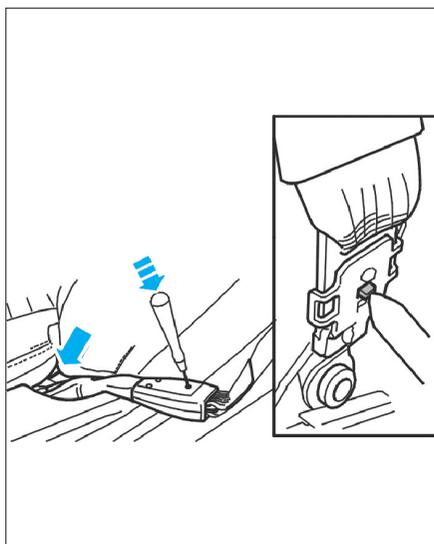

FIG. 19
- le raccord de boucle (**Fig.19**)